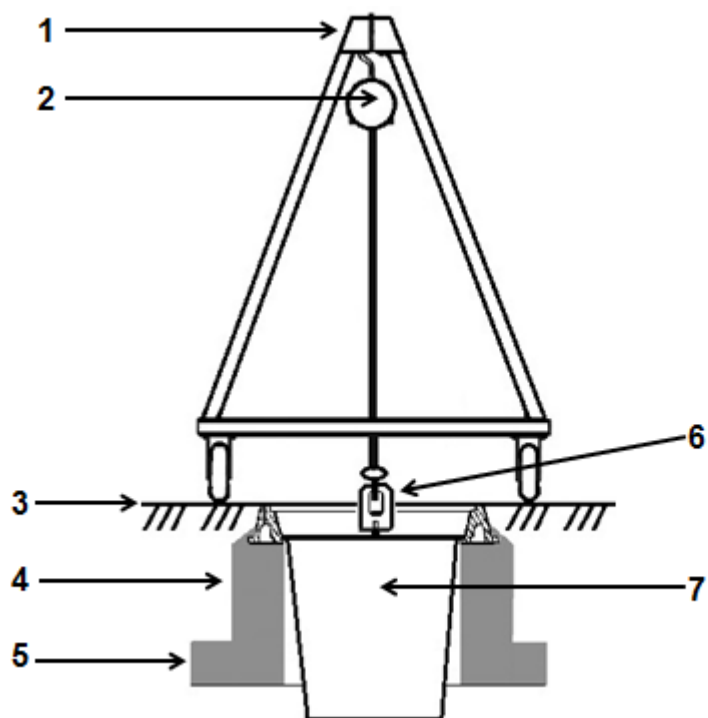

Рис. 8. Подготовка к подъёму запорного устройства из люка колодца:
8.8.Устанавливают крюк приспособления в отверстие петли ключа. Выполняют подъём устройства УАЗк из люка на высоту, которая позволит переместить подъёмное приспособление вместе с подвешенным на нём устройством в сторону от колодца (рис. 8 и 9). Перемещают подъёмное устройство в сторону, обеспечивая возможность спуска в колодец и выполнения в нём запланированных работ.